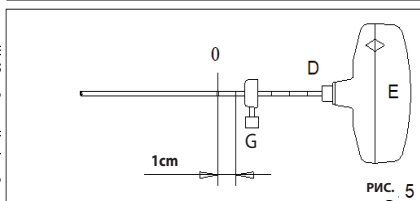

РИС. 5
РИС. 5 Отрегулируйте глубиномер (G) на игле для биопсии (D) до соответствующей сантиметровой отметки и затяните, чтобы обеспечить визуальную направляющую. Примечание: Выбранная сантиметровая отметка (см. рис. 5) представит собой выступ вперед иглы для биопсии за предель режущей канюли (A).
Примечание 1: Если необходимо и анатомически безопасно, повторите процедуру, показанную на рис. 5. Примечание 2: Шприц можно присоединить к наконечнику Люэра иглы для биопсии (D) и при желании можно применить легкую аспирацию во время извлечения иглы для биопсии (D).